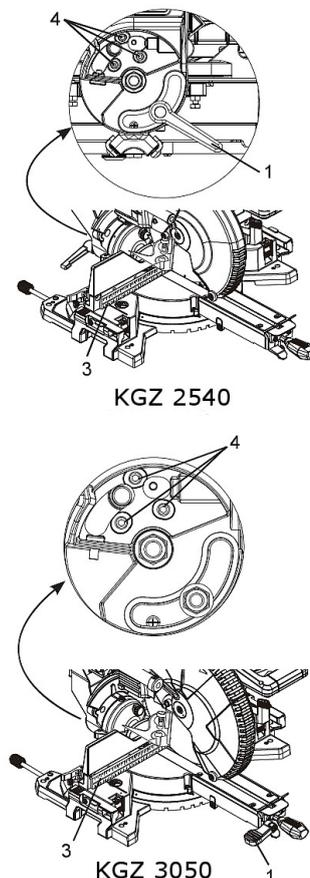

Abb. 18: Einstellung der 90° Neigung
**Einstellung der 90° Neigung (Abb. 18, 19)**
#### Einstellung des 45° Rechts-Neigungswinkel positiver Stop (Abb. 18, 19, 20)
Schritt 2: Lösen Sie den Schrägverriegelungsgriff (1, Abb.18) und neigen Sie den Schneidarm nach rechts.
(Abb. 18, 19, 20)**
Schritt 2: Lösen Sie den Schrägverriegelungsgriff (1, Abb. 18) und neigen Sie den Schneidarm nach links.
Schritt 2: Lösen Sie den Gehrungsverriegelungsgriff (1) (Abb. 18).
Schritt 2: Lösen Sie den Neigungsverriegelungsgriff (1). (Abb. 18)